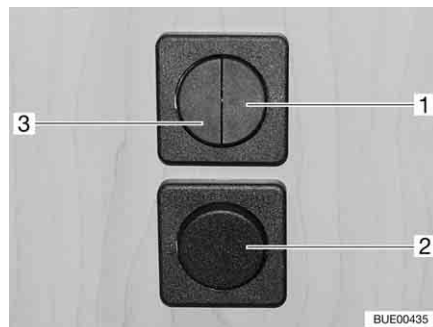
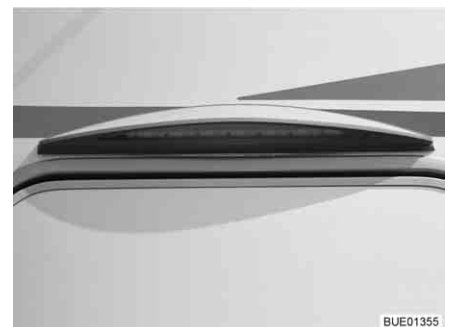

Fig. 40 Interrupteur d'éclairage
Fig. 41 Eclairage de l'auvent
- Eclairage de la dînette (Fig. 40,1)
- Eclairage de l'auvent (Fig. 40,2 et Fig. 40,3)
- ▷ Pour les modèles sans l'interrupteur d'éclairage (Fig. 40,2), l'éclairage de l'auvent (Fig. 41) est allumé ou éteint grâce au commutateur à bascule (Fig. 40,3).